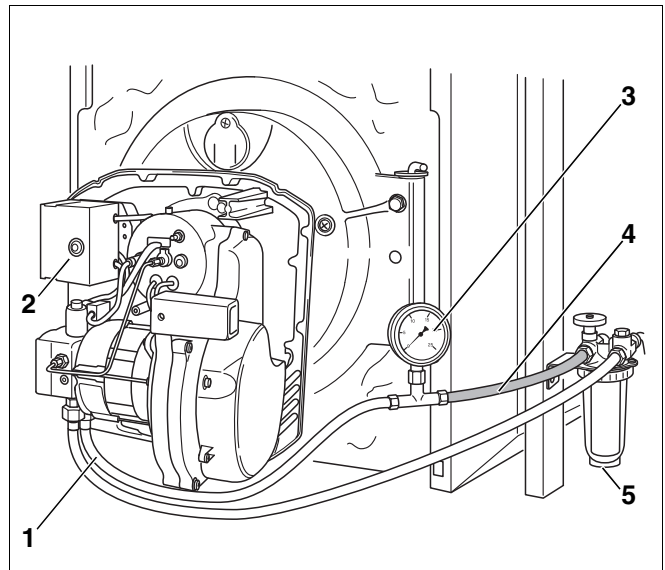

Abb. 28 Ölfilter, Vakuummeter und transparenter Schlauch
- Vakuummeter (Abb. 28, **Pos. 3**) mit transparentem Schlauch (Abb. 28, **Pos. 4**; Zubehör), wie in Abbildung 28 dargestellt, zwischen Ölfilter (Abb. 28, **Pos. 5**) und Ölansaugleitung (Abb. 28, **Pos. 1**) montieren.
- Ölfeuerungsautomaten (Abb. 28, **Pos. 2**) vom Sockel abziehen.
- Blasenfreiheit des angesaugten Öls über den transparenten Schlauch (Abb. 28, **Pos. 4**) kontrollieren.
- Ölbsperrhahn am Ölfilter (Abb. 28, **Pos. 5**, Seite 24) schließen und transparenten Schlauch (Abb. 28, **Pos. 4**, Seite 24) mit Vakuummeter (Abb. 28, **Pos. 3**, Seite 24) demontieren.
- Ölansaugleitung (Abb. 28, **Pos. 1**, Seite 24) an den Filteranschluss des Ölfilters (Abb. 28, **Pos. 5**, Seite 24) anschrauben.
- Ölbsperrhahn am Ölfilter (Abb. 28, **Pos. 5**, Seite 24) öffnen.